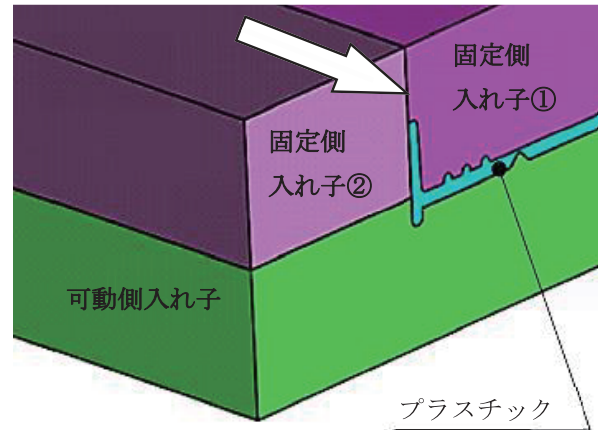
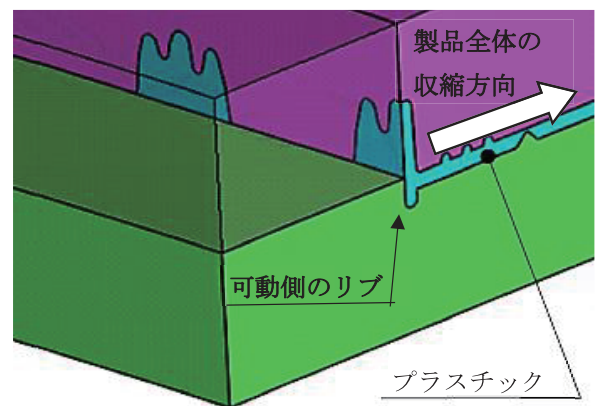
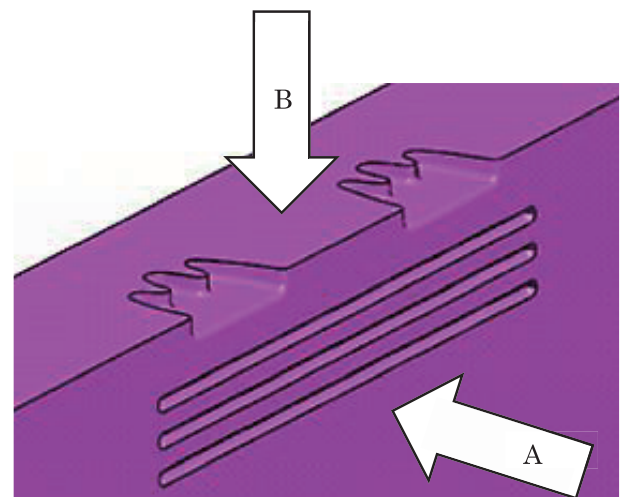

図14 入れ子の断面図
図15 入れ子②を半透明化した断面図
図16 固定側入れ子①の加工方向
今回は、固定側の入れ子を2部品とし、入れ子の間から空気が逃げるようにした。(図14矢印部分) 固定側入れ子②を半透明化して表示した断面図が、図15である。
また足の部分を加工する際に、入れ子を立ててMCにて加工を行った。(図16) 製品部分の加工は、ほとんどが矢印A側から加工を行っている。ただし足の部分のみ、矢印B側から加工を行っている。これだと足の裏側には抜き勾配が付かないが、製品の冷却時に金型から離れる方向で収縮するため、問題ないと判断した。(図15白矢印) また足の部分の可動側にはリブがあるため、型開き工程で問題が発生した場合は、可動側のリブ(図15)に若干のアンダーカットを設ければ対応できると判断した。